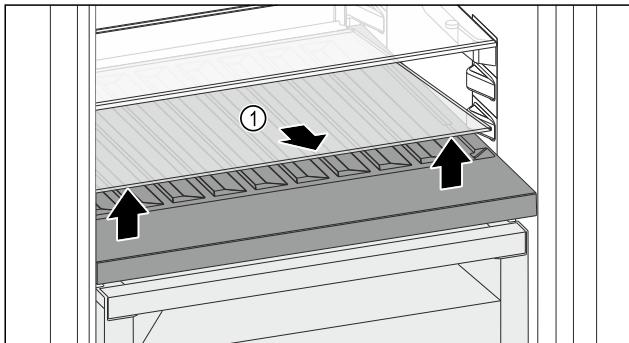

Fig. 142
- Повдигнете стъклена плоча Fig. 142 (1) при прореза отпред и извадете.
- Съхранявайте стъклена плоча Fig. 142 (1) на сигурно място извън уреда.